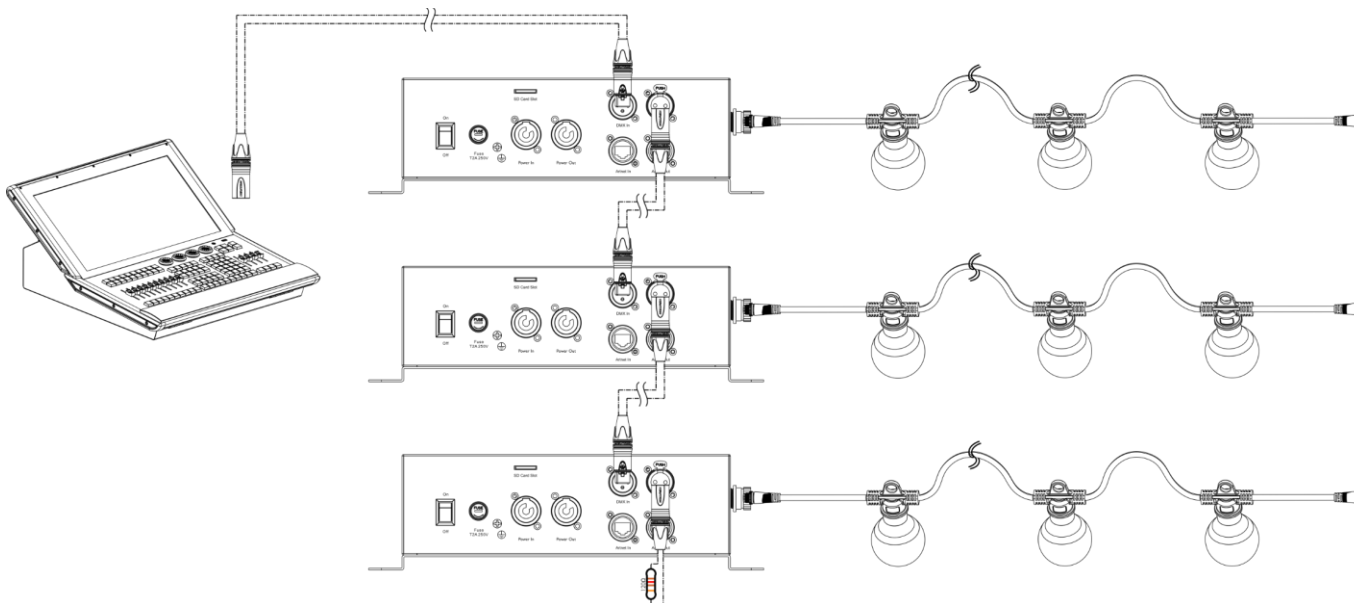

Abb. 07
- 04) Verbinden Sie die Geräte wie in Abb. 07. Schließen Sie einen Lichtcontroller mit einem DMX-Kabel an den Eingang des ersten Geräts. Schließen Sie den Ausgang des ersten Geräts mit einem DMX-Kabel an den Eingang des zweiten Geräts an. Wiederholen Sie diesen Vorgang, um die restlichen Geräte anzuschließen.